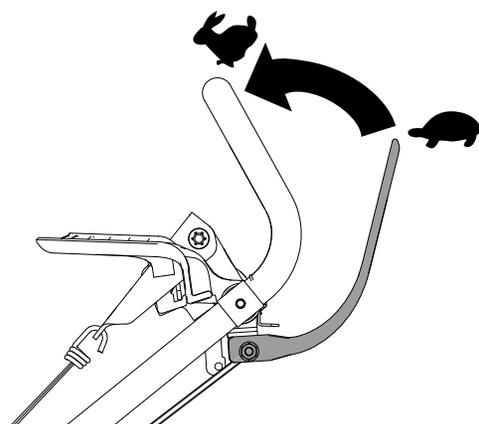

Рисунок 18
3. Для управления самоходным приводом прижмите штангу управления самоходным приводом к рукоятке (Рисунок 18).